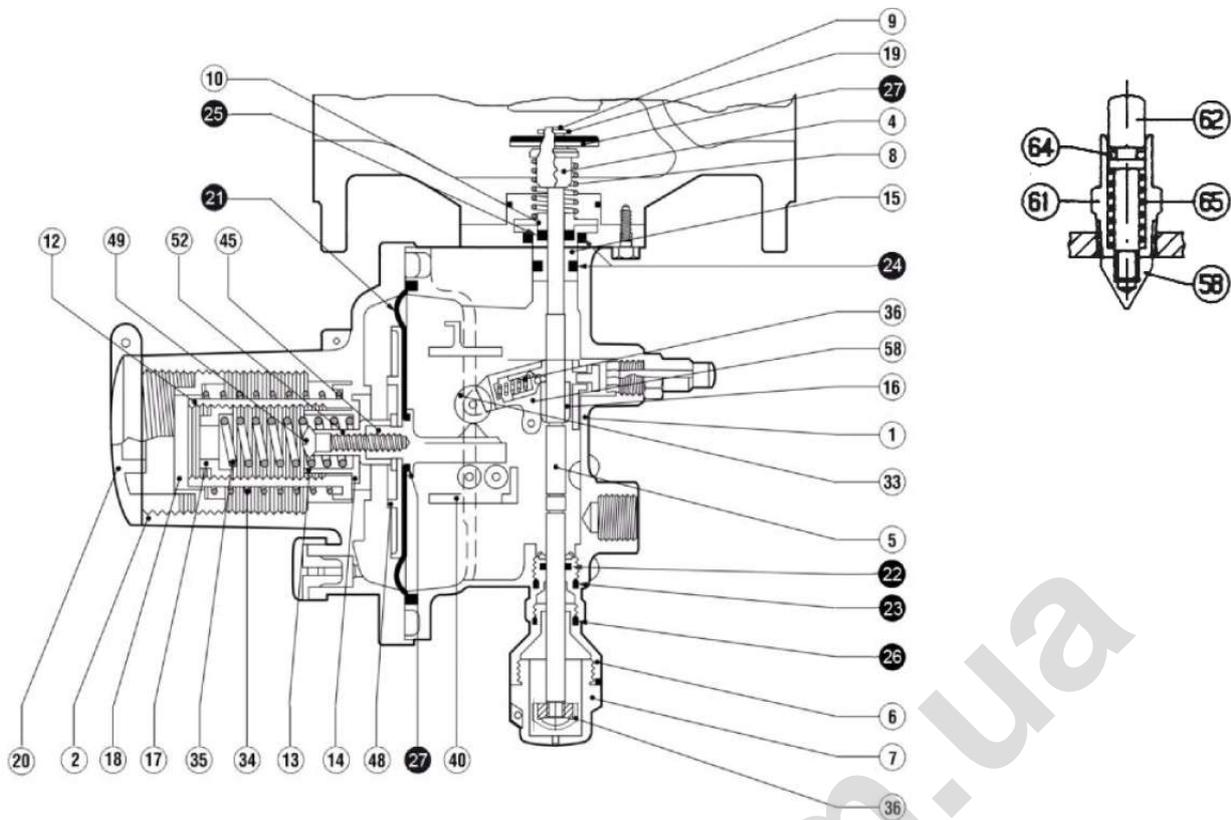

Рис.27
7.5. ОТСЕКАЮЩИЙ КЛАПАН LA/..(рис. 27)